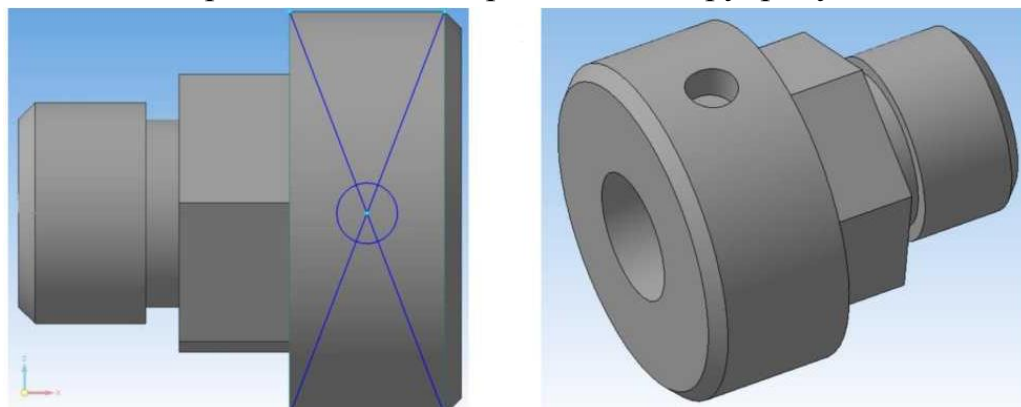

Рисунок 6.
7. плоскость, касательную к цилиндру. Для этого на панели инструментов *Компактная* выбираем **Вспомогательная геометрия 1** и нажимаем кнопку **Касательная плоскость 2**. Для построения плоскости необходимо указать цилиндрическую поверхность **3** и одну из координатных плоскостей, которой будет параллельна вспомогательная плоскость **4** (к примеру, XY). Таким образом, построится плоскость 5. На новой плоскости строится эскиз отверстия по центру, рисунок 6.